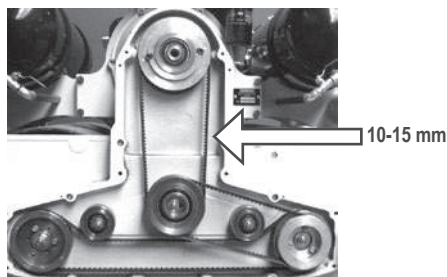
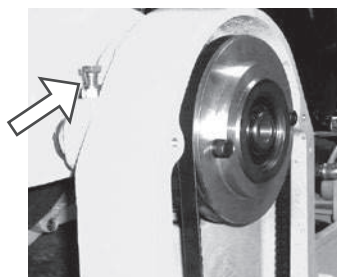

Fig. 4.10.3. Medición de tensión.
Fig. 4.10.4. Perno regulación de tensión
- Compruebe la tensión de la correa indicada en la fig. 4.10.3., regulando la altura de los soportes del motor, según fig. 4.10.4